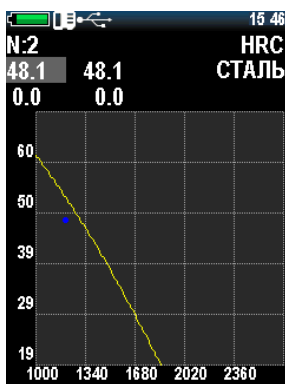

Рисунок 2.37 – Производство замеров для градуировки
5. Перемещением курсора, клавишей «», выберите первую строку. Необходимо произвести около 5 измерений на первом образце, прибор будет показывать среднее значение серии в соответствии с действующей калибровкой (рис. 2.37). Если вы получаете очевидную ошибку измерения, нажмите клавишу «» и последнее измерение будет удалено из этой серии.